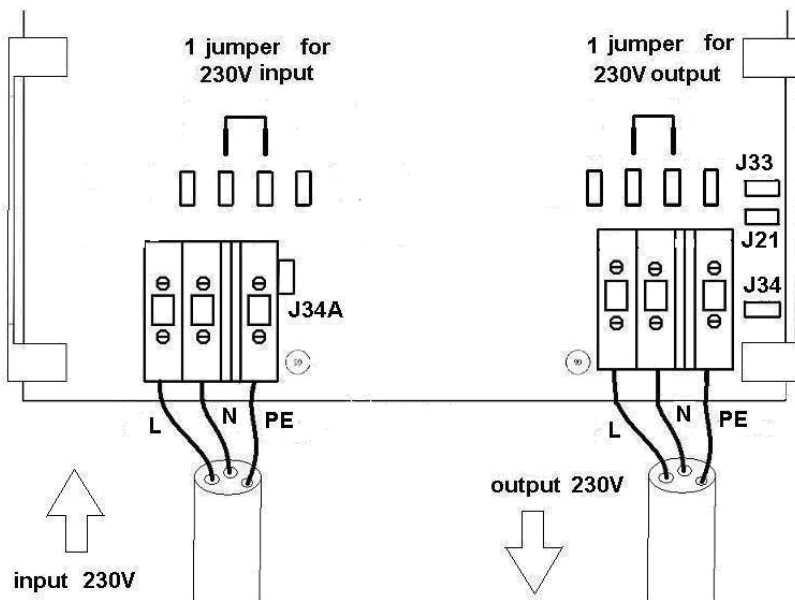

Abb. 2: Brückenschaltung bei 230/240 V Eingang/Ausgang
**2.2.1 Für den 230/240 V Eingang und/oder Ausgang setzen Sie Brücken entsprechend Abb. 2.**